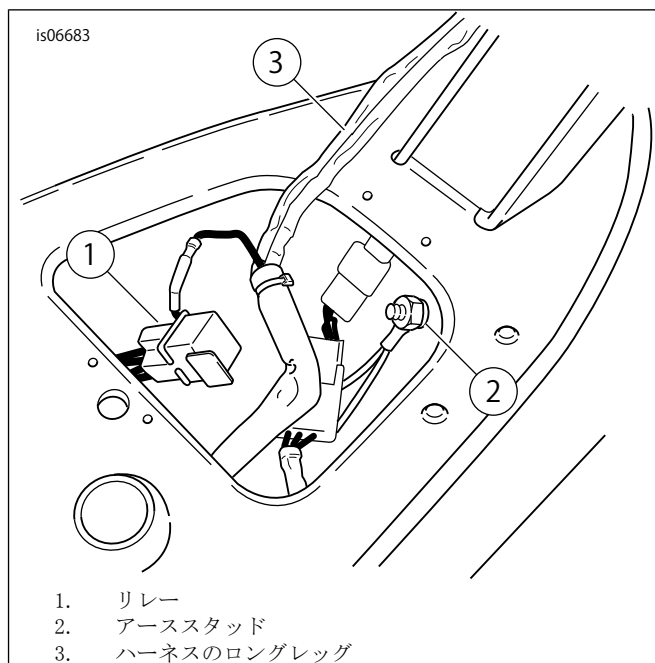

図5. 配線ハーネスの取り付け (FXDWGを示す)
11. 「図5」を参照してください。ワイヤーハーネスを取り付けます。リレー(1)をシートパンの開口部に置き、ハーネスのロングレッグ(3)をフレームのバックボーンに沿わせて配線します。